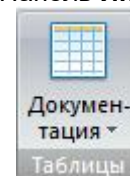

Рис. 149. Панель **Таблицы**
- **Таблицы** (рис.149) – вывод на экран численного представления результатов, а также запуск режимов для формирования отчета и пояснительной записки.